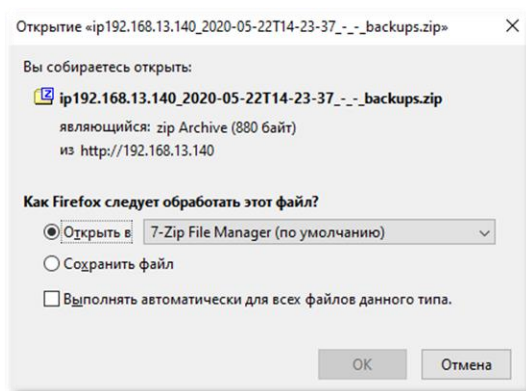

Рисунок 38 – Вид окна браузера для выгрузки файла конфигурации
- во вкладке [Резервирование параметров] в таблице установить флаг «» рядом со слотом (1) и нажать кнопку «Скачать»;
- в отобразившемся окне браузера установить флаг « Сохранить файл» и нажать «ОК» (см. Рисунок 38).